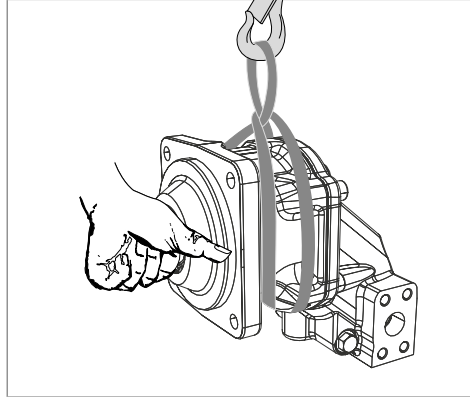

图 5: 用提升带运输
- ▶ 用提升带缠绕轴向柱塞单元，不要使提升带穿过装配的部件（例如阀、管线），并且轴向柱塞单元不会通过装配的部件悬挂（参见图 5）。